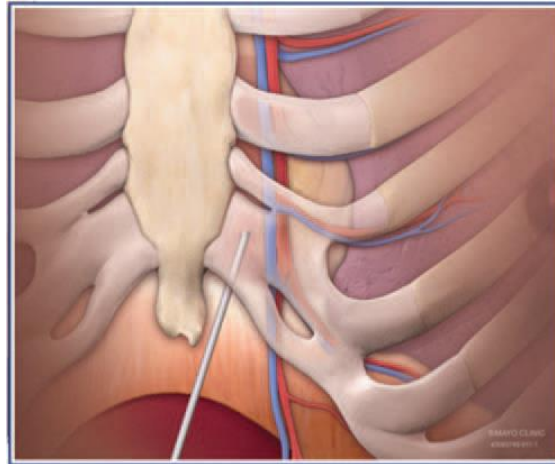

Abbildung 4 – Sub-xiphoidaler Zugang
N.B.: Bei Ablationen ist es am besten, die endokardialen Katheter zuerst zu platzieren, da sie als anatomische Orientierungspunkte des rechten ventrikulären (RV) Apex vorne und des Koronarsinus hinten dienen können.
5. Mittels fluoroskopischer Leitung, führen Sie die EpiAccess Nadel nach rückwärts auf die linke Schulter zu (Abbildung 4)